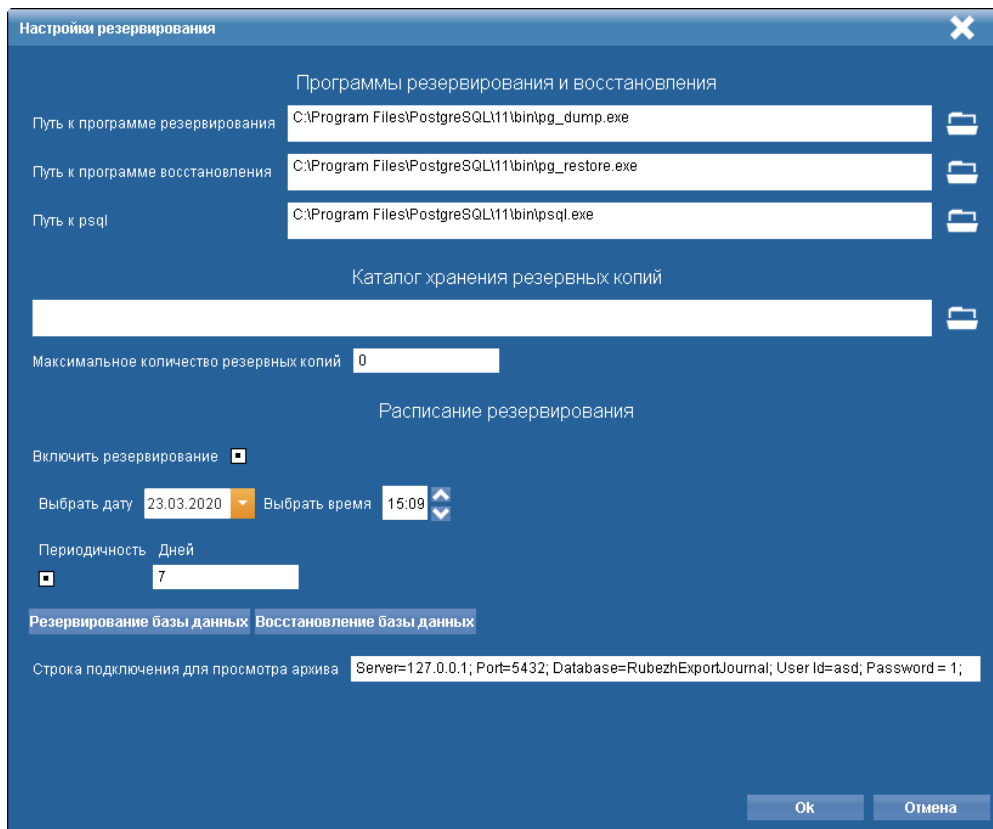

Рисунок 2.6 – Окно Настройки резервирования
2. В открывшемся окне Настройка резервирования ввести следующие данные (рисунок 2.6):